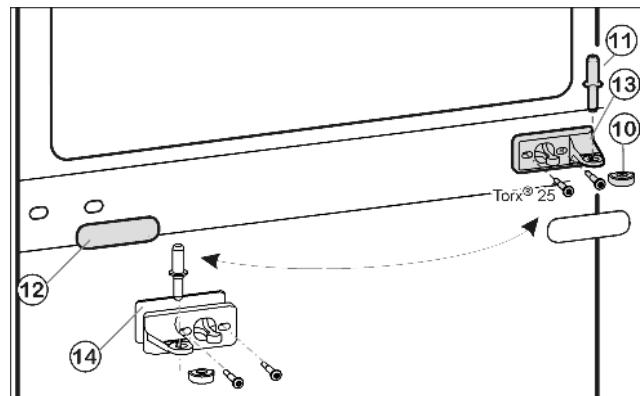

Fig. 9
- Вытащите из опорного кронштейна и нижней дверцы средний опорный палец Fig. 9 (11).
- Снимите пластмассовый колпачок Fig. 9 (10).
- Открутите средний опорный кронштейн Fig. 9 (13) (2 шт. Torx® 25).
- Осторожно снимите накладку Fig. 9 (12).
- Прикрутите средний опорный кронштейн Fig. 9 (13) с подкладкой Fig. 9 (14) с поворотом на 180° на новую сторону шарнира (**с моментом 4 Нм**).
- Защелкните накладку Fig. 9 (12), повернув на 180°, на стороне, где теперь будет ручка.
- Снова наденьте пластмассовый колпачок Fig. 9 (10) на средний опорный кронштейн Fig. 9 (13).
- Вставьте средний опорный палец Fig. 9 (11) на новой стороне шарнира через средний опорный кронштейн Fig. 9 (13) в нижнюю дверцу.